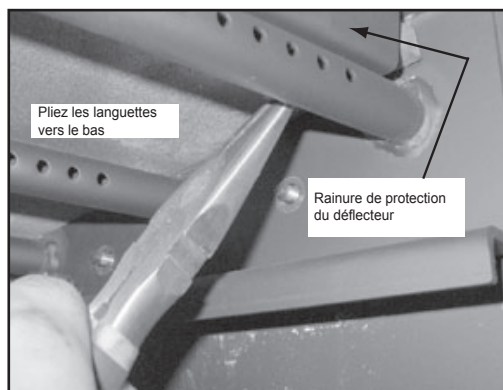

Figure 27.2
3. Enlevez les 2 écrous et boulons du canal se trouvant dans la chambre au moyen d'une clé à douilles de 7/16 (**Figure 27.2**).